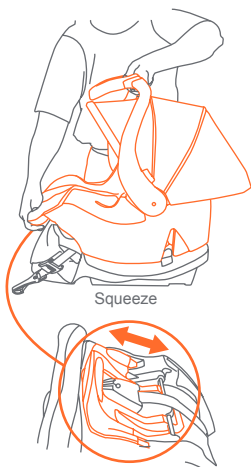

Fig. 23-1
- Apriete la manija de Liberación de la Base, ubicada debajo de la punta de pie del Asiento de Seguridad, para liberar el Asiento de Seguridad de la Base (Fig. 23-1).